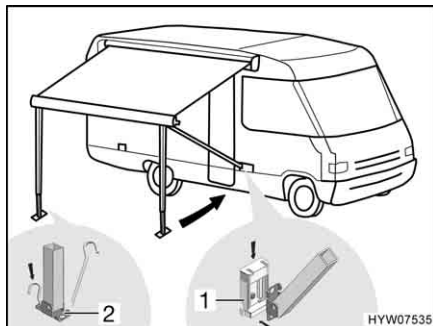

Fig. 53 Fissaggio dei montanti di supporto
- Incastrare i montanti di supporto nei supporti (Fig. 53,1) sul veicolo (se presenti), oppure fissarli sul terreno con dei puntelli (Fig. 53,2).